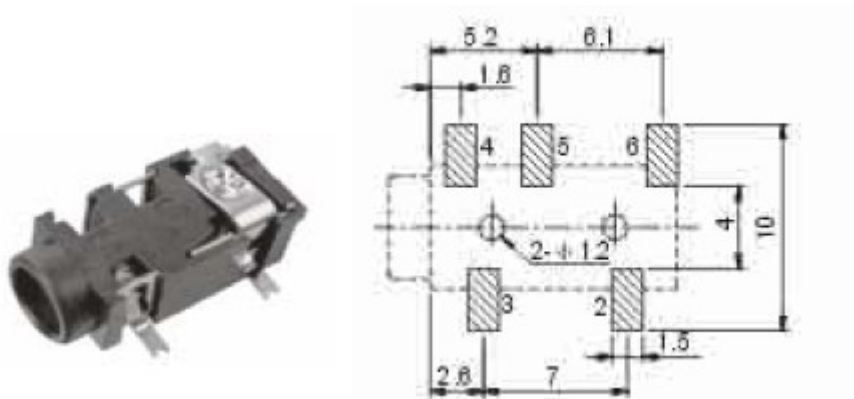

图 22
- 2、耳机输出采用 PJ327A 接口，可接高度 2.5mm 的耳机，其封装定义如图 22 所示